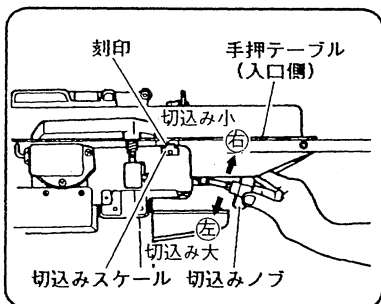

図 14
- (1) 手押テーブル（入口側）の刻印が示す切込みスケールの寸法が切込み量となります。
- (2) 切込みノブを Ⓔ 方向にまわすと切込み量が多くなり、Ⓕ 方向にまわすと切込み量が少なくなります。(図 14)